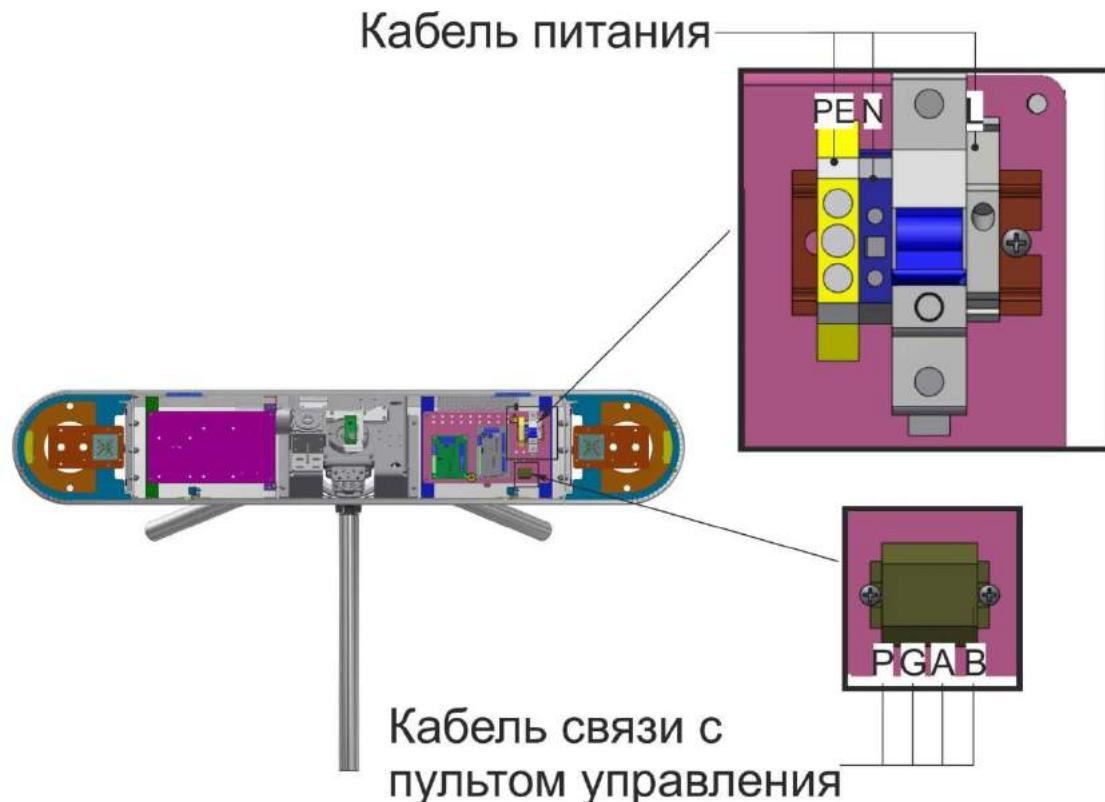

Рис. 17– Подключение кабеля питания и кабеля связи с пультом управления
13) Подключение турникета(*Рис.17*):
- Фаза (L) – к защитному автоматическому выключателю;
- Ноль (N) – к клемме ~230 В (N);
- Земля (PE) - к клемме Заземление (PE).
- б) Подключить к клеммам кабель связи с пультом управления (*Рис.17*):